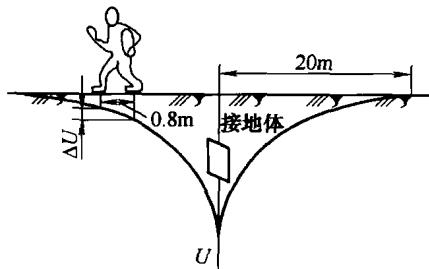

图 2-3 跨步电压
1) 跨步电压触电：当电气设备绝缘损坏而发生接地故障或线路一相带电导线断落于地面时，地面各点会出现如图 2-3 所示的电位分布，当人体进入到上述具有电位分布的区域时，两脚间（人的跨步距离按 0.8m 考虑）就会因为地面电位不同而承受电压作用，这一电压称为跨步电压。由跨步电压引起的触电，称为跨步电压触电。